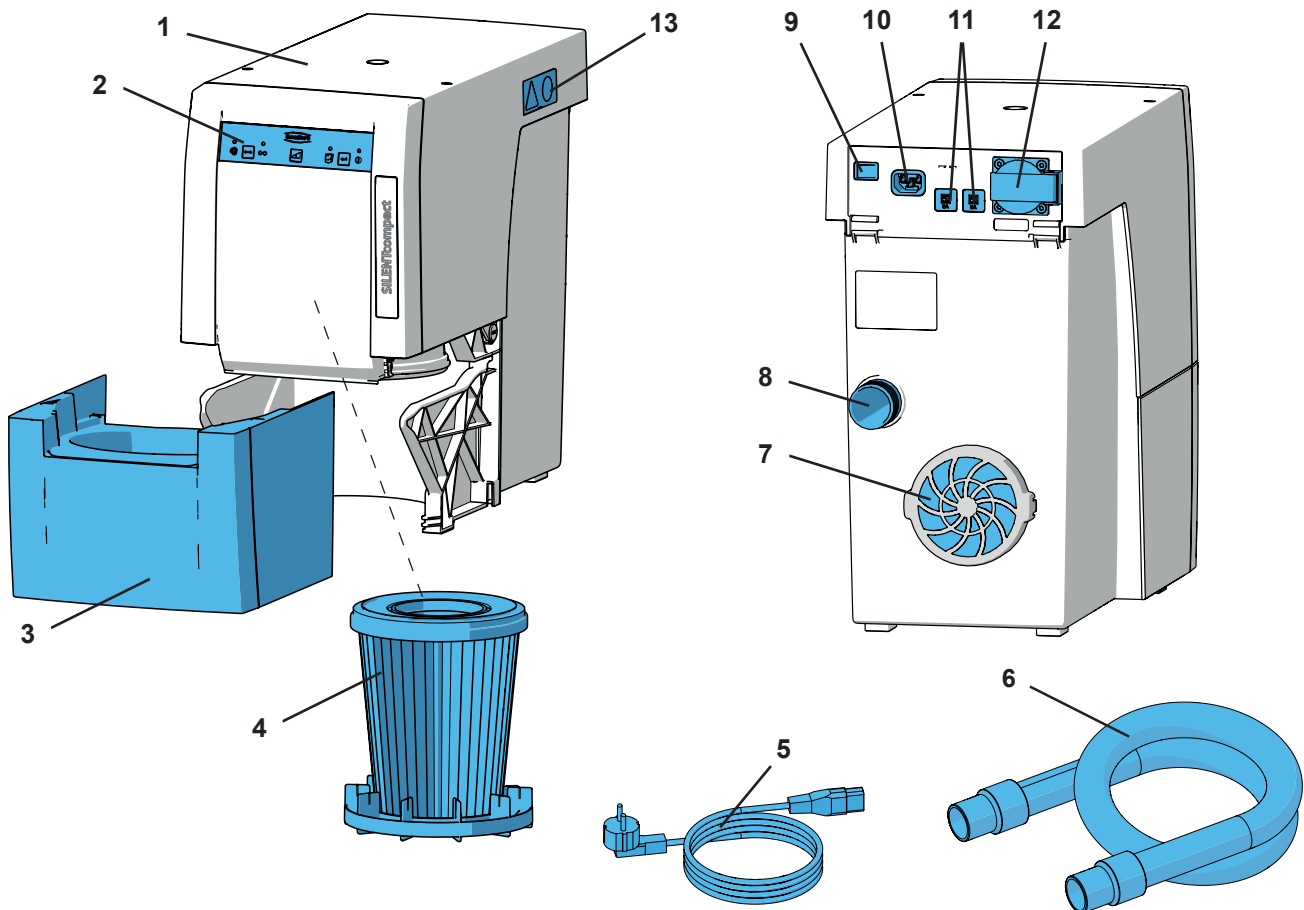

Fig. 1
- l'évacuation de l'air rejeté (7, Fig. 1) ne soit pas entravée.
⇒ Brancher le câble d'alimentation (5, Fig. 1) sur la prise de raccordement au secteur de l'appareil (10).
⇒ Brancher le tuyau d'aspiration (6, Fig. 1) sur l'embout d'aspiration (8).